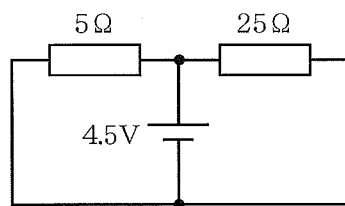

図 1
- (2) 図 1 の直流回路において、電源に流れる電流 [A] はいくらか。最も適するものを、次の解答群 1～5 から選びなさい。解答番号は (2)。